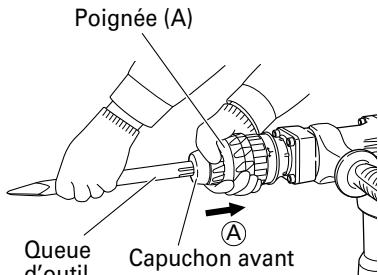

Fig. 2
- (1) Nettoyer la section de la queue de l'outil.
- (2) Comme indiqué sur la Fig. 2, tirer sur la poignée (A) dans le sens (Ⓐ), et insérer l'outil dans l'un des orifices du capuchon avant.
- (2) Libérer la poignée (B) et tourner l'outil, et vérifier qu'il est bloqué à fond.
Comme indiqué sur la Fig. 2, tirer sur la poignée (A) et sortir l'outil.